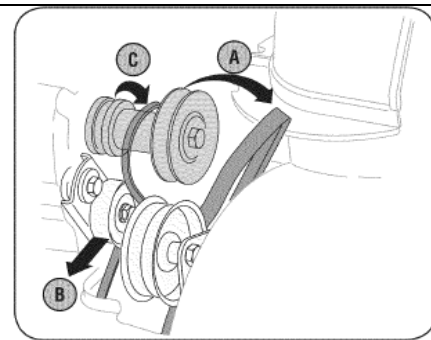

Рис. 32
3. Демонтируйте ремень следующим образом См. Рис. 32: